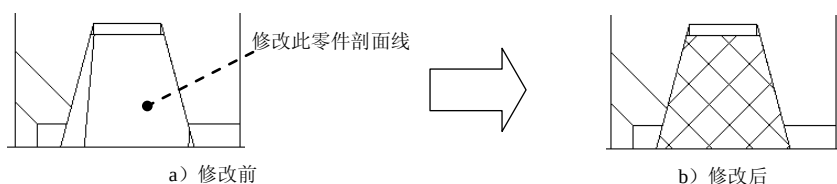

图 3.9.13 修改毡圈的剖面线
(11) 修改左侧毡圈的剖面线。
① 修改剖面线。在菜单中选择 **Pick (拾取)** 命令，在图形区选取图 3.9.13 所示左侧毡圈（该零件与左侧轴承端盖的中心孔配合），设置剖面线的角度值为 45，剖面线间距值为 0.3。